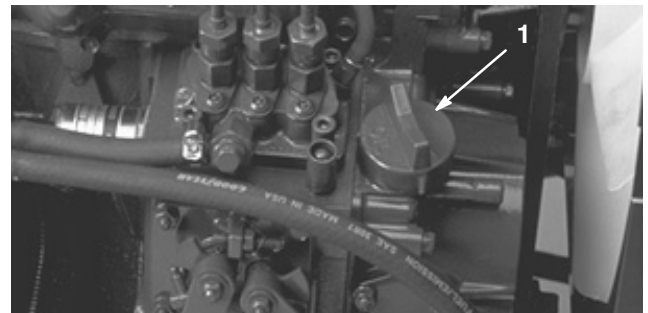

Bild 12
3. Entfernen Sie bei niedrigem Ölstand den Ölfülldeckel (Bild 12), gießen langsam kleinere Ölmengen ein und prüfen den Stand regelmäßig, bis die „Voll“-Marke am Peilstab erreicht wird.